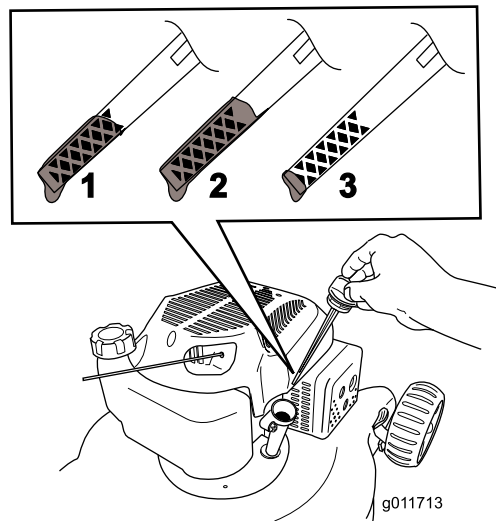

Figure 8
5. Pour déterminer le niveau d'huile correct indiqué par la jauge, voir (Figure 8).
- Remarque:** Versez de l'huile dans le carter moteur jusqu'à ce que la jauge indique le niveau correct, comme illustré à la Figure 8. Si vous remplissez excessivement le carter moteur, vidangez l'excédent d'huile comme expliqué à la section Vidange et remplacement de l'huile moteur.- 7. Remettez la jauge en place et vissez-la fermement.